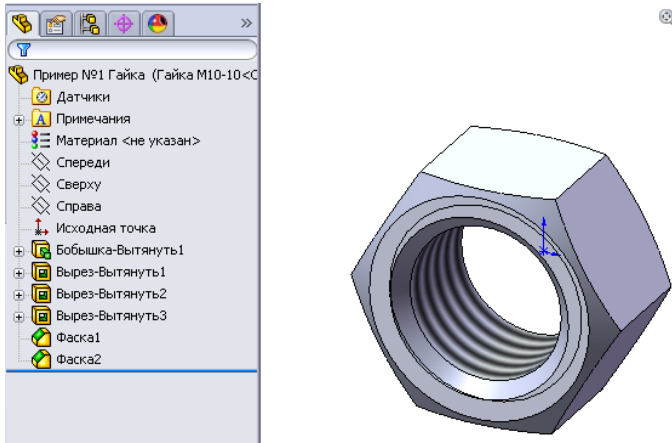

Рисунок 8.18 - Гайка після зміни конфігурації
8. Натиснемо кнопку **ОК**, у результаті гайка змінить вид (рис. 8.18). Закінчимо створення конфігурації, зберігши цю модель.
У результаті буде побудована ще одна конфігурація деталі Гайка (рис. 8.26). У такий спосіб на базі деталі Гайка було створено дві її конфігурації - Гайка M10-10 (рис. 8.18) і Гайка M10-15-2 (рис. 8.26).